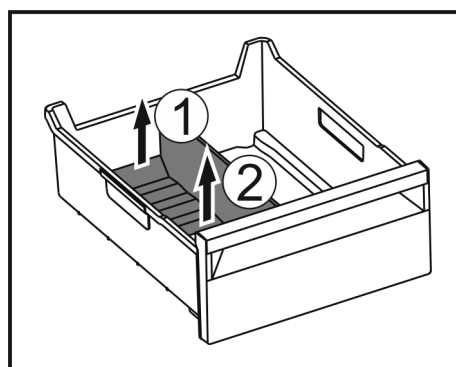

Fig. 184
- Zdvihnute zadnú časť oddelovača zásuvky na ľad. Fig. 184 (1)
- Odoberte oddelovač zásuvky na ľad nahor. Fig. 184 (2)